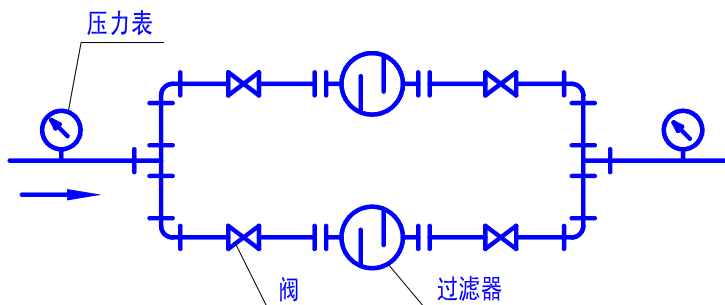

图 4 推荐安装形式 1
(1) 流量计须安装在水平管道上，并且安装的地方要求震动小，湿度低，腐蚀性气体少和防雨措施良好。
(2) 流量计在安装前应先将管道彻底清洗。必须在流量计前安装合适的过滤器,以防杂质进入流量计使流量计卡死或受到损伤。
(3) 过滤器需要经常清洗。为了避免清洗时流量计中断工作，推荐在流量计前面并联两只过滤器，（见图 4）。另外,最好在过滤器的前、后方各装一适应于管道压力的压力表，便于了解过滤器阻塞情况，及时进行清洗。